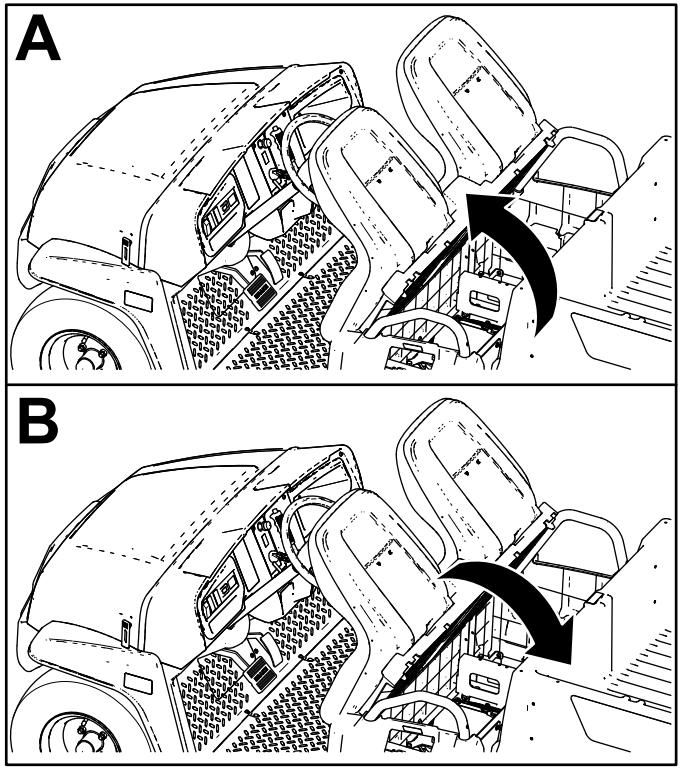

Рисунок 25
Для подъема сиденья в сборе наклоните сиденье вперед так, чтобы оно уперлось в рулевое колесо (Рисунок 25).
Для опускания сиденья в сборе толкните сиденье назад, установив его в исходное положение (Рисунок 25).
- Наклоните сиденье в сборе вперед в поднятое положение (Рисунок 25).